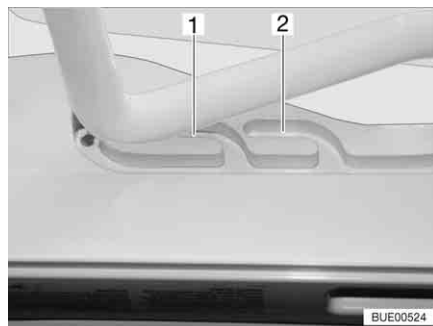
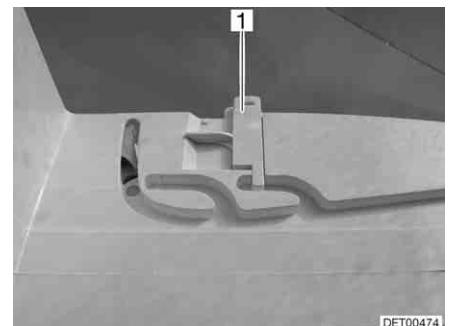

Bild 112 Heki-Dachhaube in Lüftungsstellung
Bild 113 Verriegelung Lüftungsstellung
Die Heki-Dachhaube kann in zwei Lüftungsstellungen gebracht werden: Schlechtwetterstellung (Bild 112,1) und Mittelstellung (Bild 112,2). Je nach Modell kann die Dachhaube in der Mittelstellung mit den beiden Riegeln (Bild 113,1) links und rechts am Rahmen der Dachhaube verriegelt werden.
- Den Bügel leicht nach oben drücken und in die gewählte Führung (Bild 112,1 oder 2) schieben und ggf. verriegeln.